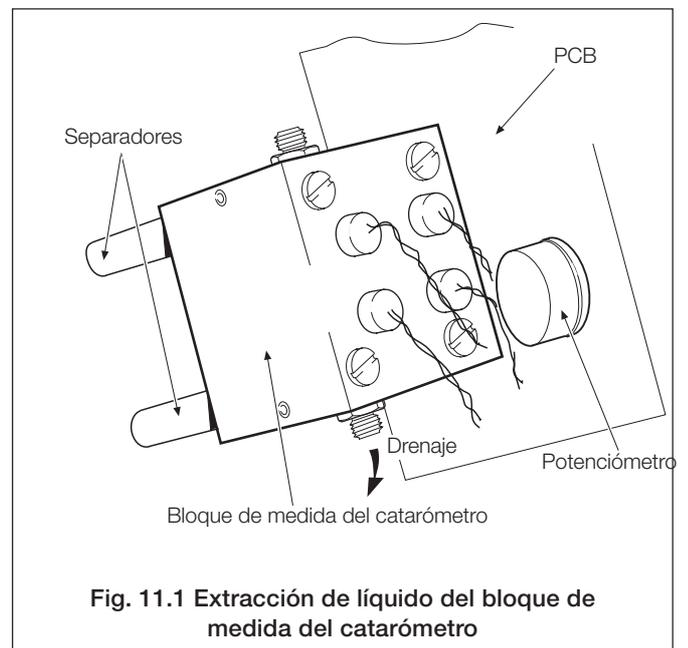

Fig. 11.1 Extracción de líquido del bloque de medida del catarómetro
11.4.1 Extracción de líquido del bloque de medida del catarómetro – Fig. 11.1
- f) Retire el conjunto del bloque de filamentos del catarómetro de la carcasa e inclínelo 45° en sentido horizontal. De esta forma se drenará el líquido del bloque de medida – ver Fig. 11.1.